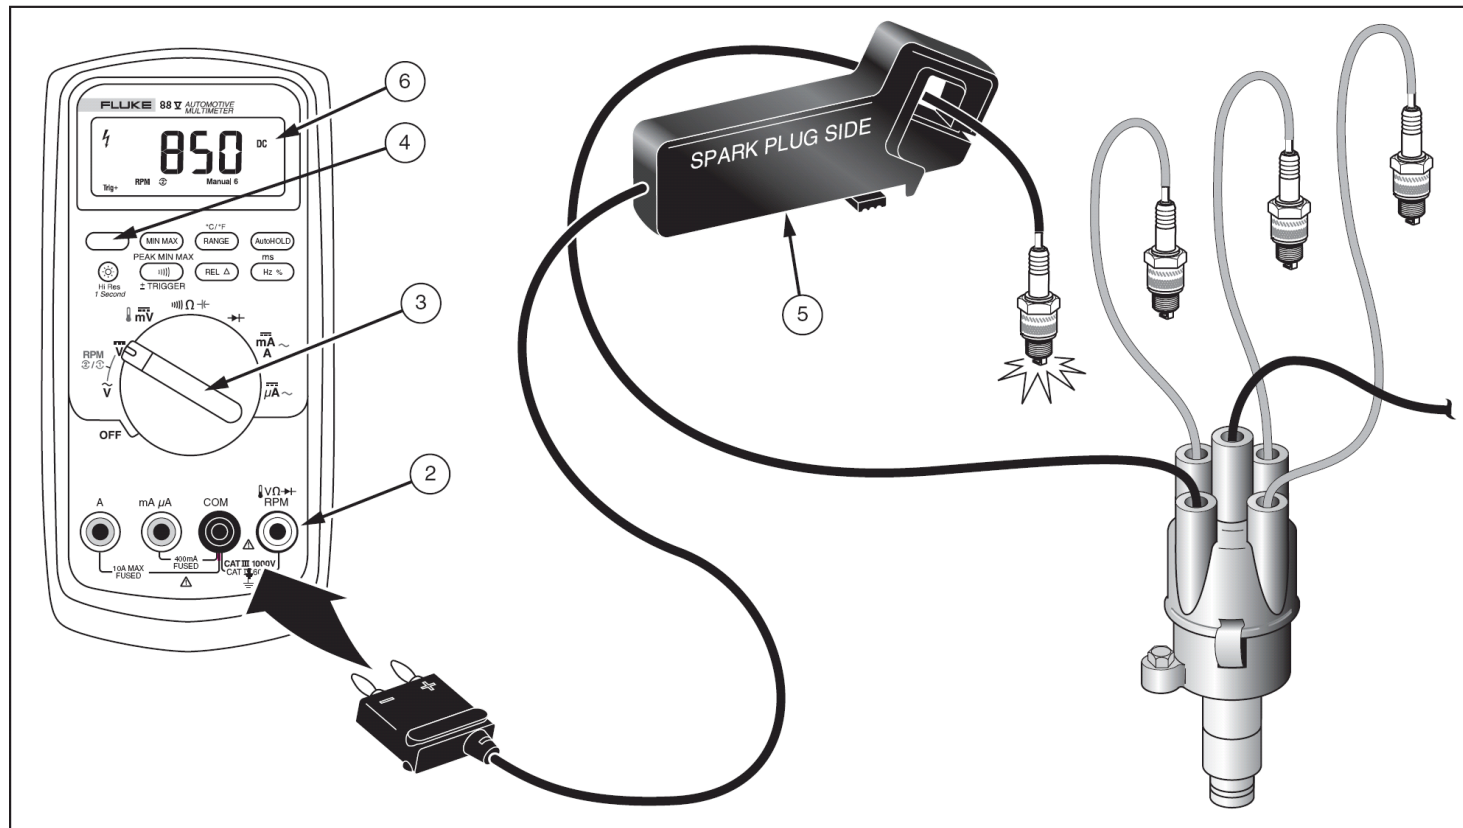

图 9.感应传感器检测 RPM (转速)
2. 把感应传感器的输出插头接在输入的端子上。确保带有 (-) 标识的插头插在 COM 端子上，带有 (+) 标识的插头插在 RPM 端子上。请参见图 9。